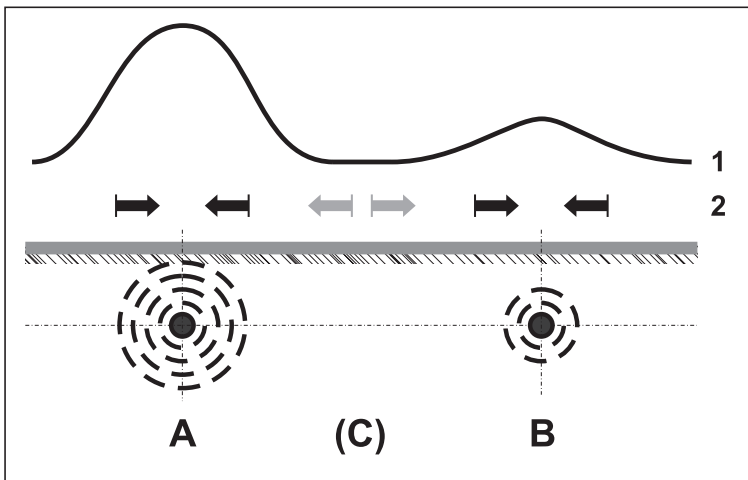

Abb. 41: Ortungssituation bei nebeneinanderliegenden Leitungen
Abb. 41 zeigt eine Ortungssituation, bei der sich dicht neben der zu ortenden Leitung A eine weitere Leitung B befindet. Leitung A wird direkt besendet. Über beiden Leitungen zeigt der Signalverlauf (1) jeweils ein Maximum.